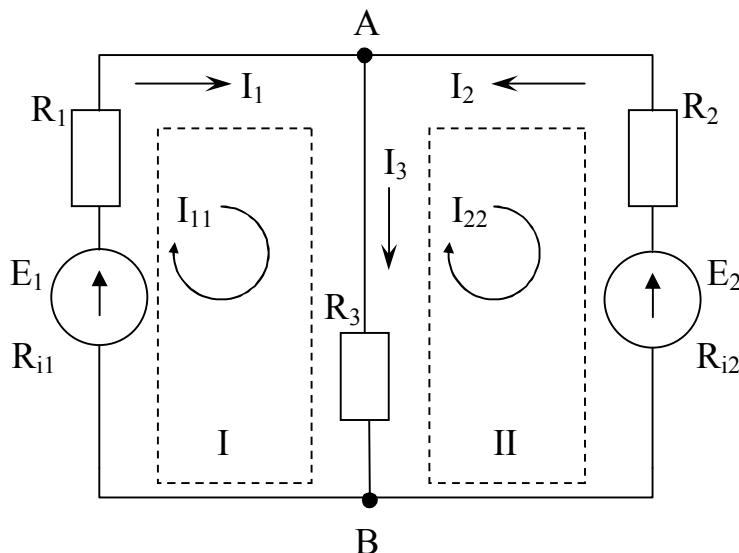

Рисунок 5.8 – Схема электрической цепи
**Пример 2.** Определить токи в ветвях электрической цепи (рис. 5.8), используя метод контурных токов. Известны величины сопротивлений и ЭДС, а также внутренние сопротивления источников ЭДС.
Произвольно выберем направление тока в каждой ветви цепи (рис. 5.8).
Для схемы на рис. 5.8 имеем